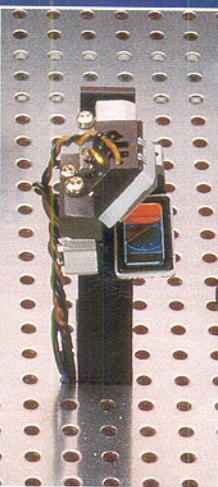

Bild 13: X-Y-Ablenkeinheit
- Scanner-System (Bild 13, entspricht LA 90 ohne Gehäuse) zur Erzeugung nahezu beliebiger Figuren und Grafiken (Bild 14)